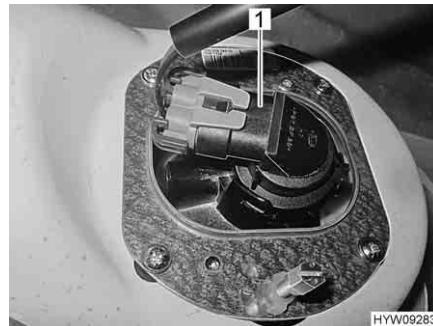

Fig. 234 Luce con regolazione in curva/
- Afferrare la parte posteriore dei fari combinati per luce con regolazione in curva/luce fendinebbia (Fig. 233), ruotare il supporto (Fig. 234,1) con la lampada ad incandescenza in senso antiorario ed estrarre dall'alloggiamento dei fari.
- Inserire il supporto (Fig. 234,1) con la lampada ad incandescenza da dietro nell'alloggiamento dei fari e ruotare in senso orario. Il supporto scatta in posizione.